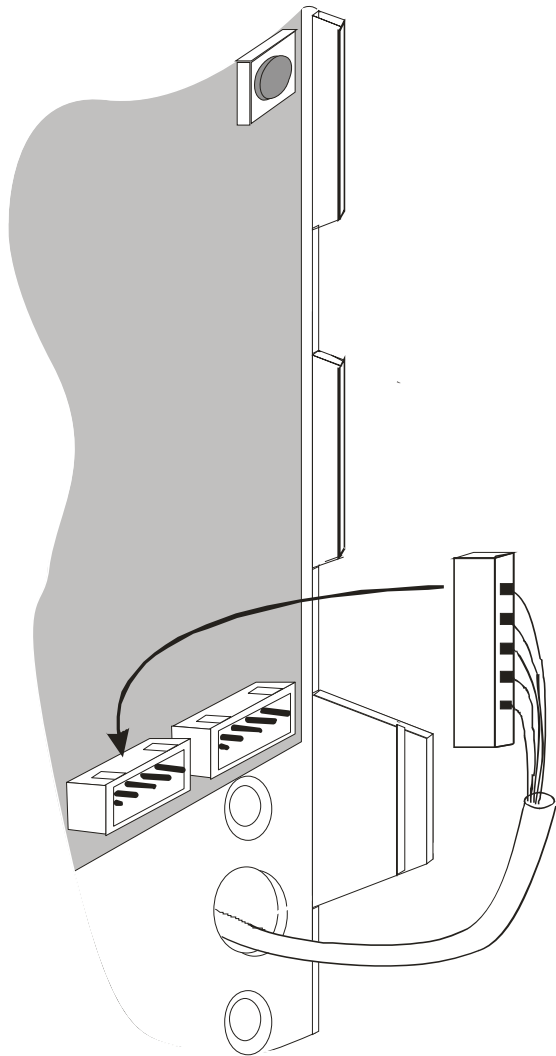

Рис. 13
6.1.7. Пинцетом или при помощи отвёртки извлеките кабель из паза (для доступа к отверстию крепления замка рис. 13). Закрепите винтами М5х35 корпус замка на двери, предварительно сняв крышку и установив замок в режим "OPEN". Уложите кабель от разъёма Х3 на место.
6.1.16. Соедините разъем кабеля от ручки набора кода с соответствующим разъемом платы управления (рис. 13).